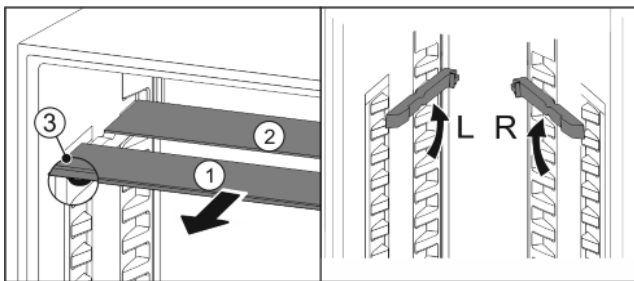

Fig. 17
- ▶ Sortir les tablettes par l'avant Fig. 17 (1).
- ▷ La tablette Fig. 17 (1) équipée de butées se trouve à l'avant.
- ▷ Les butées sont tournées vers le bas Fig. 17 (3).